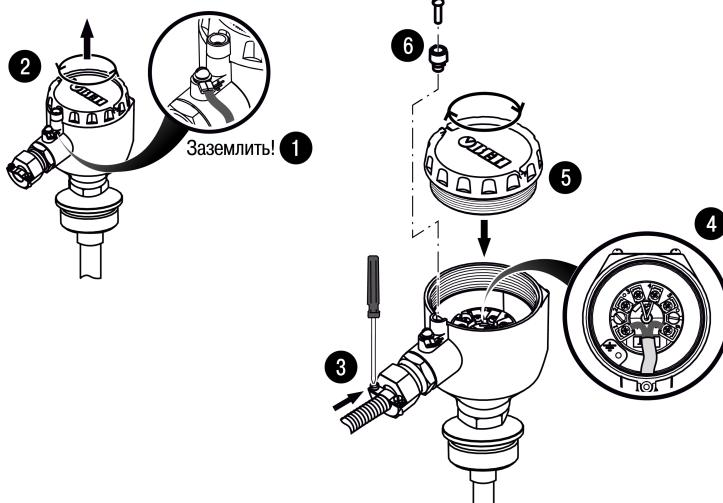

Рисунок 6.2 – Монтаж внешних электрических цепей
**Монтаж проводов** (см. рисунок 6.2):